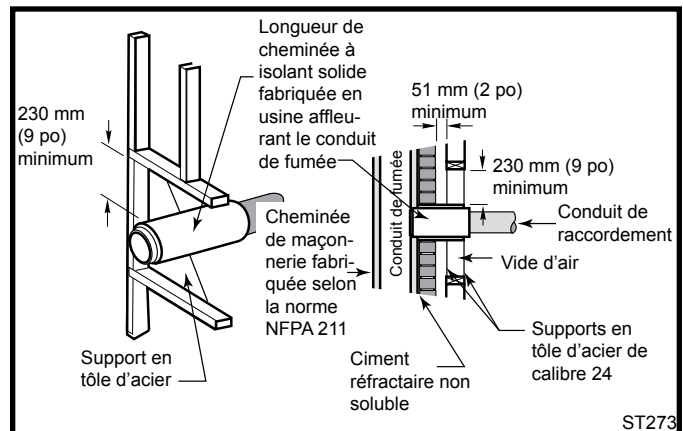

Fig. 10 Traversée murale utilisant une section de cheminée isolée fabriquée en usine.
- Utilisation d'une section de conduit de fumée à double paroi prévoyant un espace de dégagement de 230 mm (9 po) par rapport aux combustibles. (Fig. 10)